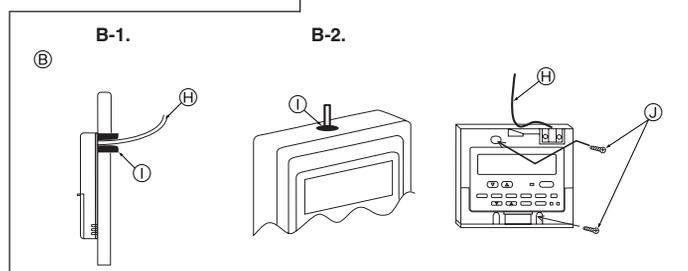

Fig. 6-3
(2) Täta serviceöppningen på fjärrkontrollsladden med fyllningsmassa för att förhindra att dag, vatten, kackerlackor eller maskar eventuellt tränger in. (Fig. 6-3)